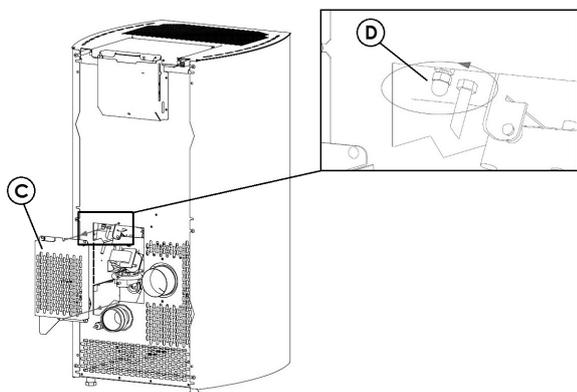

Fig. 25 - Remoção do cárter
- Remover o cárter "C" de inspeção na parede traseira da estufa (ver Fig. 25).